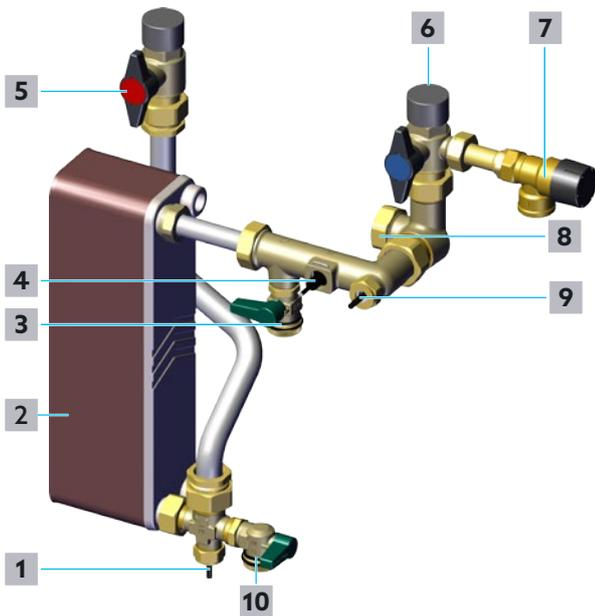

Fig. 19: Llenado y purgado del circuito de agua potable
- 1 Abra lentamente la válvula de bola de corte de agua potable caliente (véase posición 5 en Fig. 19 en la página 26 y posición 10 en Fig. 2 en la página 12).
- 2 Abra lentamente la válvula de bola de corte de agua potable fría (véase posición 6 en Fig. 19 en la página 26 y posición 11 en Fig. 2 en la página 12).
- ▶ Si persiste el ruido en el circuito del agua potable como resultado de burbujas de aire, abra ligeramente la válvula de bola de llenado y vaciado de agua potable caliente hasta que salga solo agua (véase posición 10 en Fig. 19 en la página 26 y posición 16 en Fig. 2 en la página 12).